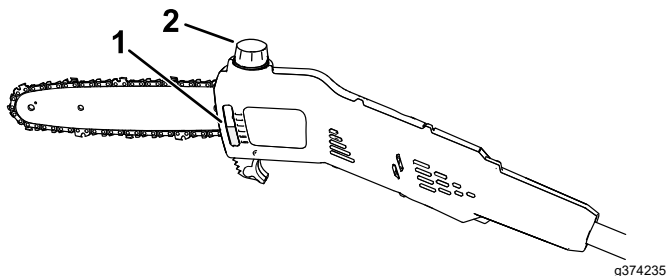

Figura 15
2. Controllate il livello dell'olio attraverso la finestrella. Se l'olio non riempie la finestrella, aggiungete olio per la barra e la catena secondo necessità (Figura 15).
5. Togliete il tappo e versate l'olio per barra e catena nella sega a palo fino a riempire completamente il serbatoio (Figura 15).
4. Pulite la zona intorno al tappo di riempimento dell'olio (Figura 15).